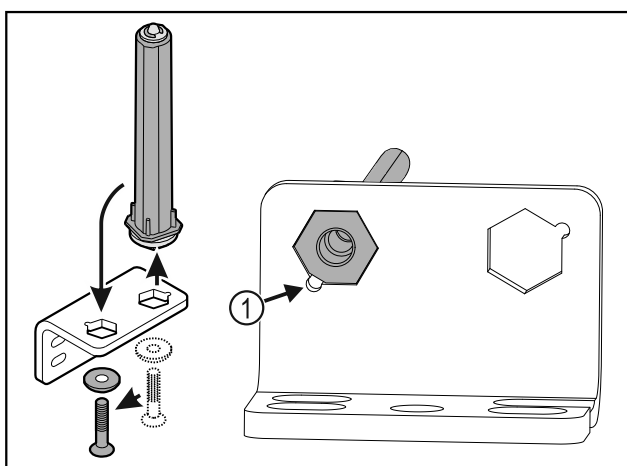

Fig. 36
- ▶ Let erop dat bij het plaatsen de boutafschuiving Fig. 36 (1) naar het ronde gat wijst.